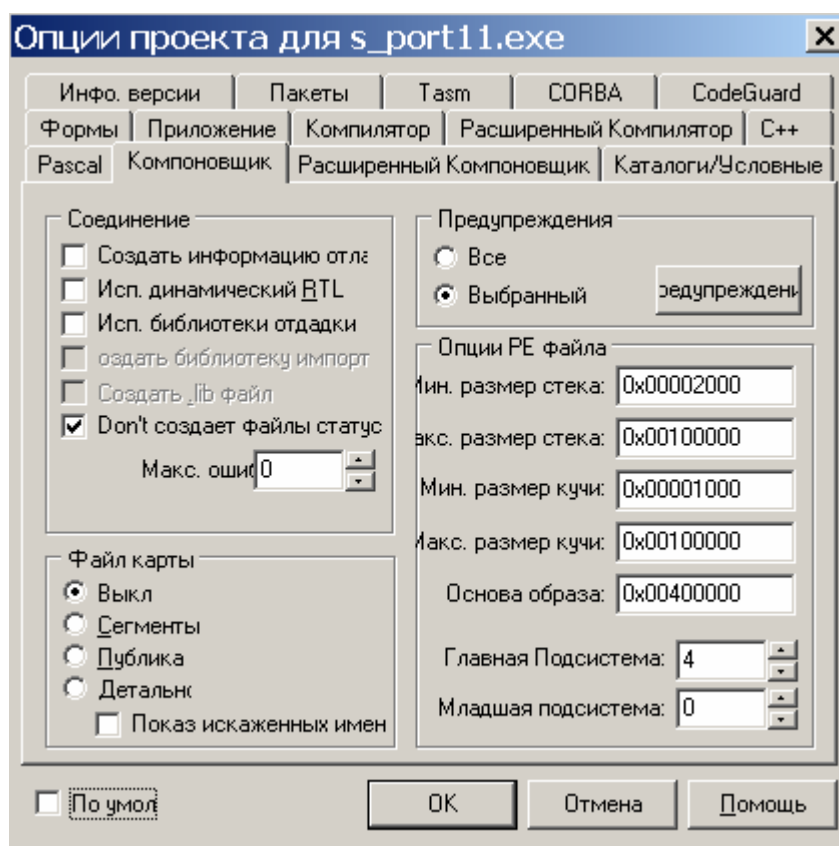

Рис. 1.4. Окно Project Options
2. В раскрывшемся окне опций проекта **Project Options** выберите страницу **Linker** (рис. 1.4) и выключите на ней индикатор **Use dynamic RTL** (использовать динамическое связывание).